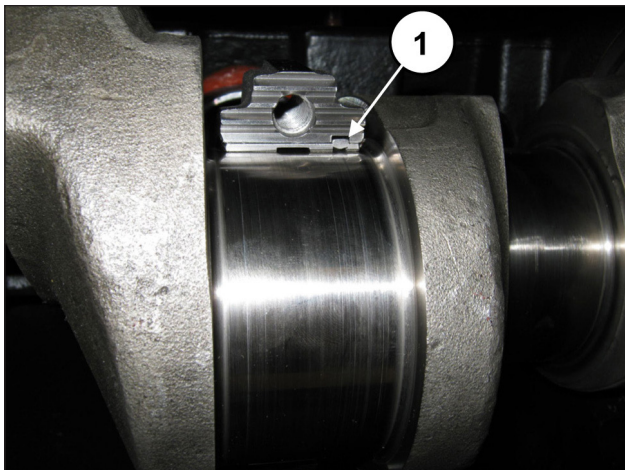

Fig. 66
Per un corretto montaggio dei semicuscinetti assicurarsi che la linguetta di riferimento dei semicuscinetti venga posizionata nell'apposito alloggiamento sulla semibiella (pos. ①, Fig. 66).